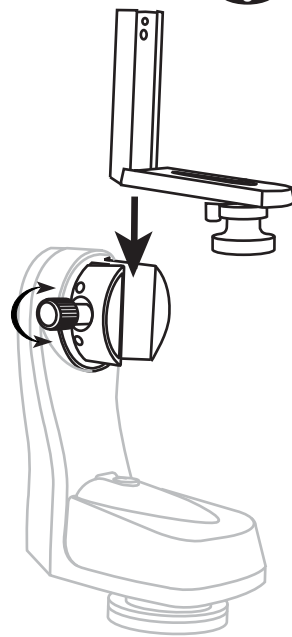

Fig.7
2. Insérez l'équerre de fixation du tube dans la queue d'aronde femelle située sur le bras de fourche de la monture (Fig. 7). Resserrez fermement la vis de blocage.